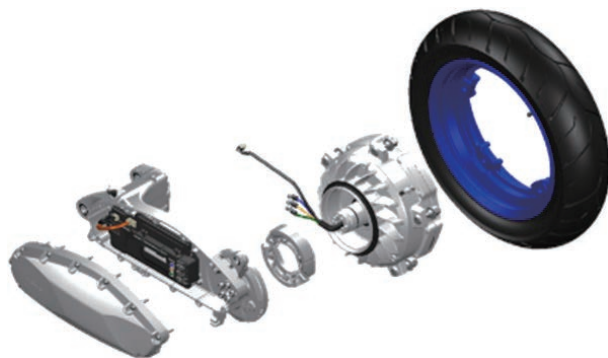

図5 YIPU II
本モデルでは、機能を集約したYIPU II (ヤマハインテグレートッドパワーユニット II) (図5)を採用する。YIPU II は、①ブラシレスモータ、②モータコントロールユニット(以降、MCU)、③ドラムブレーキ、④リヤアームなどを集約することで、軽量・コンパクト・高効率を実現すると同時に、車体のデザインの自由度アップにも貢献しており、アーム前方の高さを抑えたことで、Li バッテリー2台の搭載を可能とした。